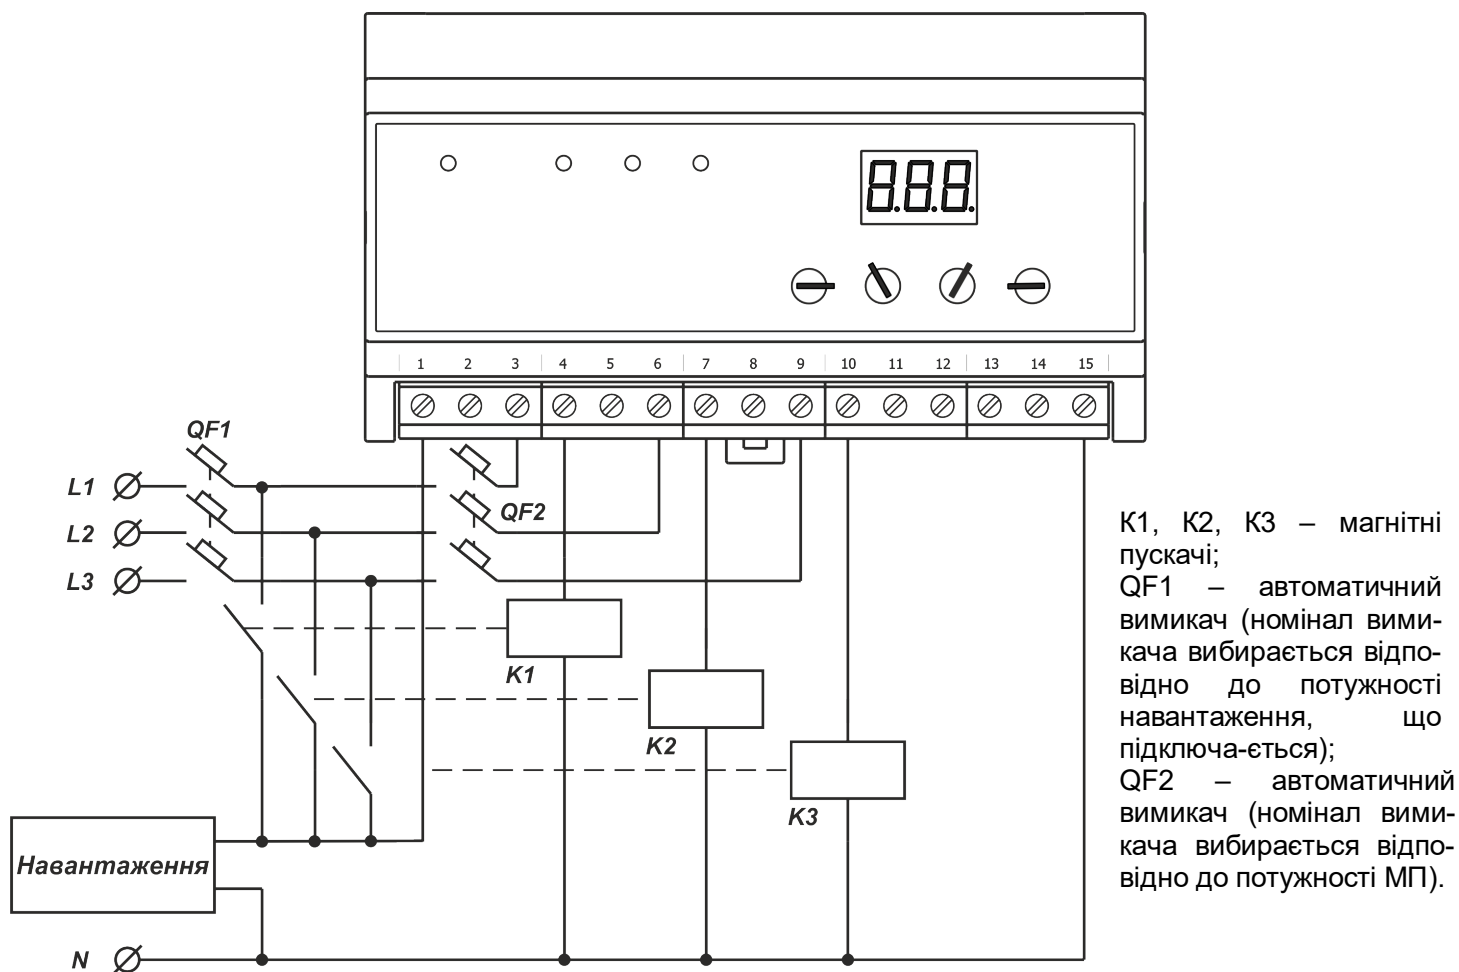

Рисунок 3 – Схема підключення PEF-319 при величині навантаження більше 30 А з використанням МП
4.2.5 У РЕФ-319 передбачено внутрішнє блокування від залипання контактів вихідних вбудованих реле, а також контроль стану силових контактів МП у зовнішньому колі (для контролю залипання використовується клемма 1, рис. 3). Якщо хоча б один контакт замкнений («залипнув»), РЕФ-319 блокується, перемикання фаз не відбувається, блимає червоний індикатор **FAULT** і зелений індикатор фази, на якій відбулося залипання контактів. Одночасно на дисплей короточасно виводиться код аварії і номер реле (МП) фази, яка «залипла» (наприклад, код «**L 2**» означає контакт, який залипнув на фазі **L2**). Розблокування виробу здійснюється шляхом зняття з нього напруги.